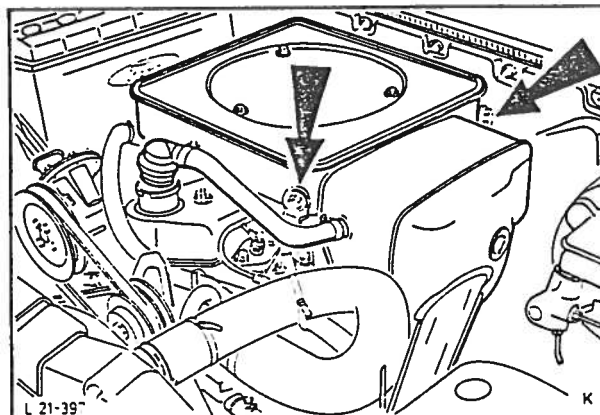

Fig. 98 Demontering av luftfilter.
2. Kople fra batteriets gods-kabel og ta av luftfilteret, fig. 98.